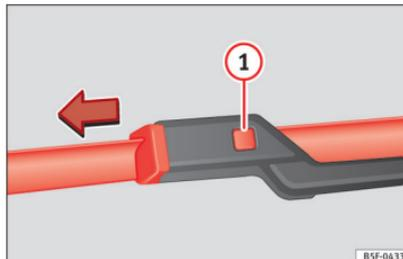

Abb. 78 Scheibenwischerblätter vorne austauschen.
- Die Entriegelungstaste »» **Abb. 78** **1** gedrückt halten und gleichzeitig das Scheibenwischerblatt vorsichtig in Pfeilrichtung abziehen.